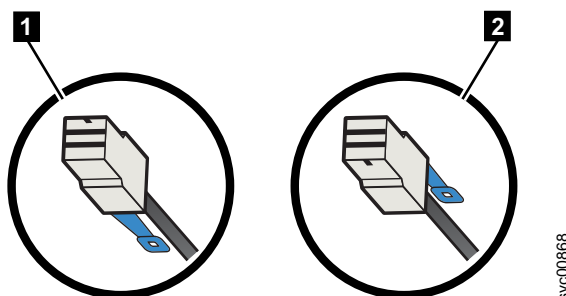

Figure 42. Orientation du connecteur du câble SAS
- Lorsque vous connectez un boîtier d'extension, la languette de retrait bleue doit se trouver sous le câble (**1** dans figure 42).
- Lorsque vous connectez un contrôleur 2145-SV1, la languette de retrait bleue doit se trouver au-dessus du connecteur (**2** dans figure 42).